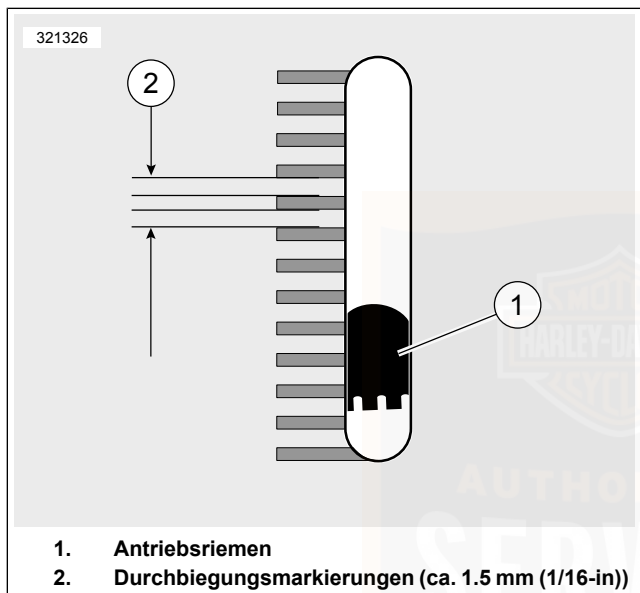

Abbildung 33. Sichtfenster der Riemendurchbiegung
- a. **M o d e l l e , d i e m i t Riemendurchbiegungs-Sichtfenster ausgestattet sind.** Siehe Abbildung 33. Die Riemendurchbiegung durch das Riemendurchbiegungs-Sichtfenster messen und dabei das Prüfgerät ruhig halten. Jede Durchbiegungseinteilung beträgt circa 1,59 mm (1/16 in).